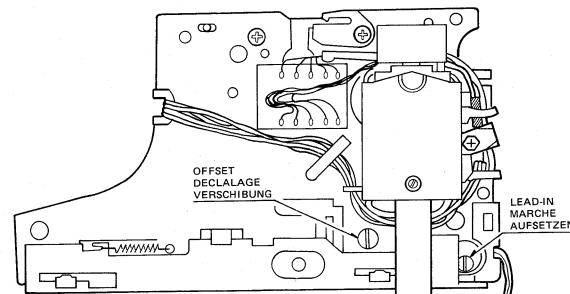

fig. 3
3. Return the arm to the center, and turn the eccentric pin of the arm base (Fig. 3) until the voltage is 0V.
3. Turn the eccentric pin of the arm base (Fig. 3) so that the needle lowers on a position of 15-25 counts.
3. Tourner la vis de décentrage située à la base du bras de lecture (figure 3) de telle manière que la pointe de lecture descende sur le disque à un comptage de 15 à 25.
3. Den Arm zur Mitte zurückbringen, und den Exzenterstift (Abb. 3) so einstellen, daß die Spannung 0V wird.
3. Mit dem Exzenterstift (Abb. 3) an der Armbasis so einstellen, daß die Nadel beim Zählwert 15 bis 25 abgesenkt wird.
3. Aligner alors la cellule au bras de lecture, puis tourner la vis de décentrage située à la base du bras (figure 3) de façon à obtenir une tension de 0V sur le voltmètre.